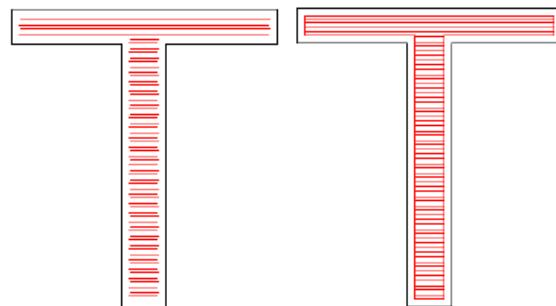

Рис. 3-8 Follow edge one time
**Follow edge one time:** эта функция рисует контур один раз вокруг линий штриховки после заполнения (Рис. 3-8).